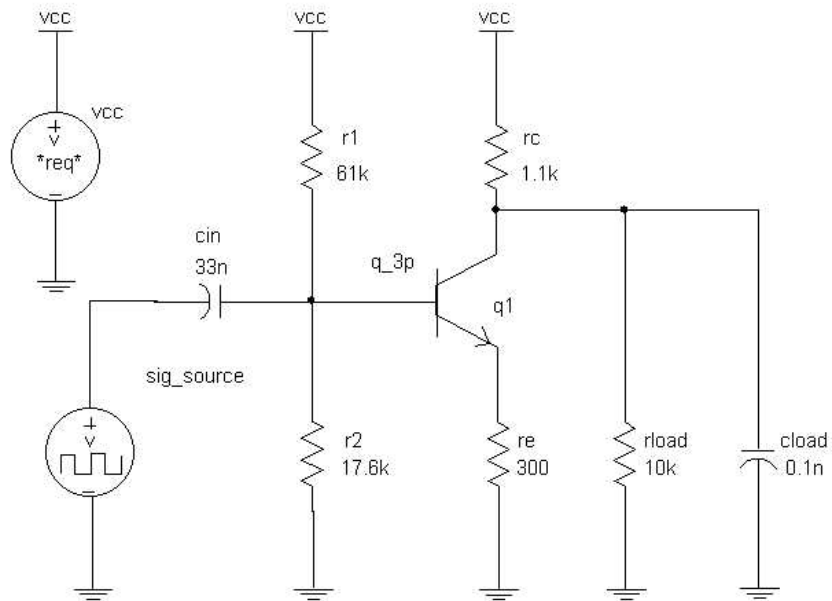

图 6 单级晶体管放大器连线
在布局完符号并设定了属性后，你可以如图 6 所示将部件连接在一起。
- 5) 重复步骤 a ~ d，从而将每个接地和 VCC 符号连至相关部件，如图 6 所示。
7. 将 q1 的基极连至 cin。参考图 6。